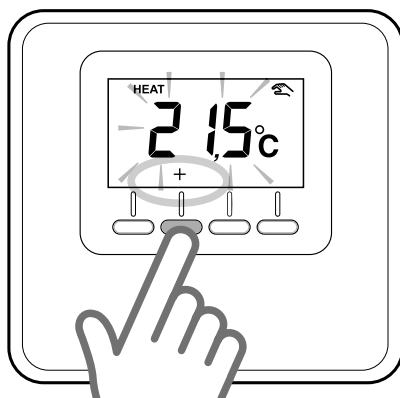

Fig. 5
Pressionar as teclas de regulação “+” ou “-”, para configurar o valor de temperatura ambiente que se pretende (fig. 5).
- Pressionar as teclas “+” ou “-” para escolher a zona a atribuir. (Fig. 5)